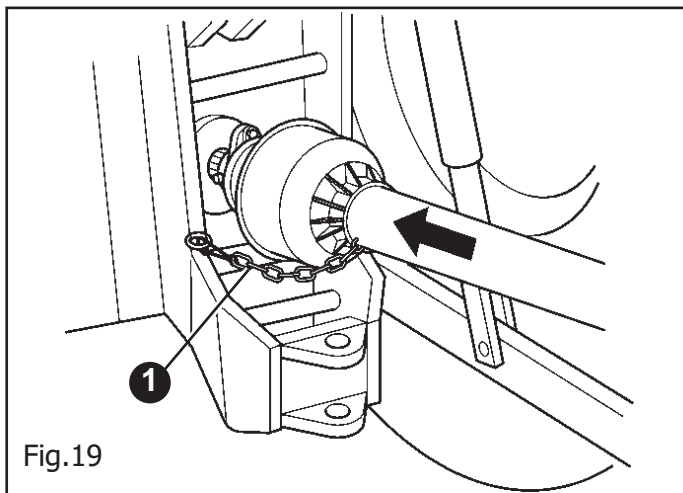

Fig.19
- 9) Innestare l'albero cardanico e assicurarsi che sia perfettamente bloccato sulla presa di forza (Fig.19). Verificare che la protezione ruoti liberamente e fissarla con l'apposita catenella.
Agganciare, tramite le catenelle, le protezioni dell'albero cardanico alla macchina e alla trattrice (1 Fig.19) per impedirne la rotazione.